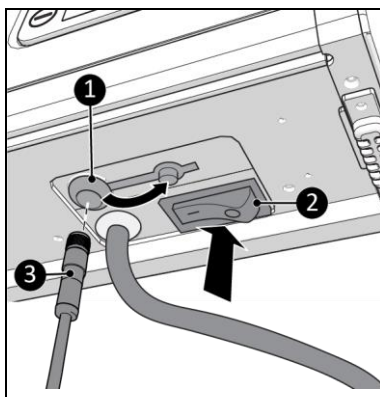

Figure 11
1. Assurez-vous que le commutateur ON/OFF est en position OFF (figure 11, pos. 2).
2. Branchez le connecteur du capteur de température (figure 11, pos. 23) sur la prise du capteur (figure 11, pos. 1).